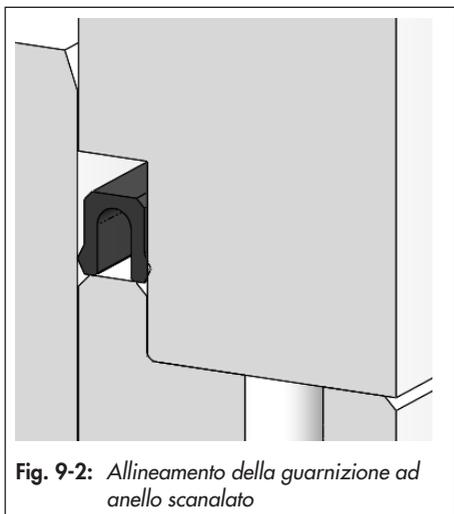

Fig. 9-2: Allineamento della guarnizione ad anello scanalato
- ➔ In caso di utilizzo di una guarnizione ad anello scanalato, inserire tale guarnizione nella scanalatura presente nella parte inferiore della parte superiore della gabbia. Premere in modo uniforme la guarnizione sull'intero perimetro. Il lato aperto dell'anello scanalato indica in direzione della superficie frontale della parte inferiore, vedere Fig. 9-2.